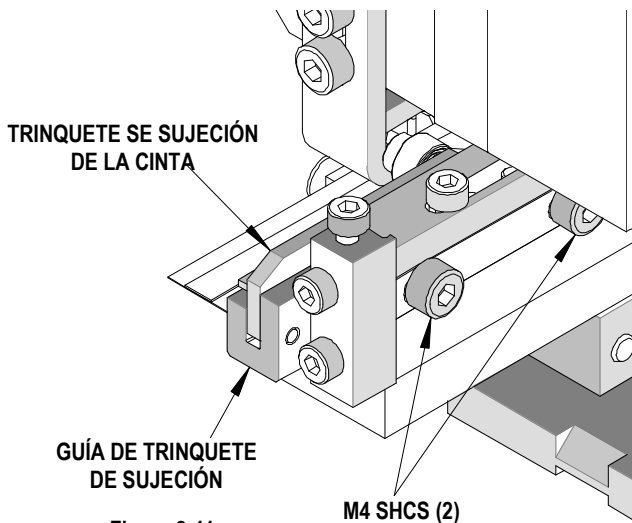

Figura 2-41
- Con una llave hexagonal de 3 mm, afloje los (2) tornillos de sujeción M4 SHCS. Véase la figura 2-41.
- Fije en posición la guía del trinquete de sujeción apretando los (2) M4 SHCS.